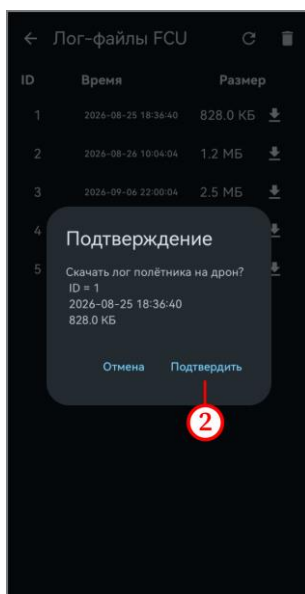

Рисунок 59
- на открывшейся форме подтвердить загрузку файла **на дрон** (рисунок 59, шаг 2);